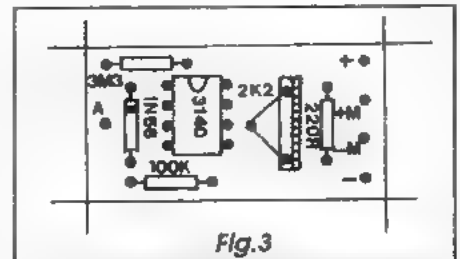

Fig.3
**- FIG. 3 - CHAPEADO DA MONTAGEM** - O lado não cobreado da placa também é simples, com a colocação dos poucos componentes claramente estilizada na figura, nos moldes e padrões gráficos adotados por APE desde a fundação da Revista... Os componentes estão diagramados pelas suas aparências e/ou símbolos, incluindo dados essenciais como: valores, polaridades, códigos, etc. Não há o que errar...! É só prestar atenção, realizando a inserção e a soldagem passo-a-passo, sem pressa... Dois dos componentes são *polarizados* (o integrado e o diodo), devendo o caro leitor/hobbysta notar que o CA3140 e o 1N66 (ou diodo equivalente...) devem, ambos, serem posicionados com as respectivas extremidades marcadas voltadas para o lugar ocupado pelo resistor de 3M3.. Quanto aos resistores, cuidado para não trocar seus locais de acomodação, em função dos respectivos valores... quem ainda (*aiiinda...*?) tiver dúvidas, deve recorrer ao **TABELÃO APE**, buscando lá o *socorro* para a correta interpretação do **CÓDIGO DE CORES** que permite a leitura dos valores dos ditos componentes... No mais, a inserção e soldagem não apresenta o menor problema... Ainda assim, uma conferência final deve ser feita nessa fase, verificando-se valores, códigos e posições das peças, bem como o estado dos pontos de solda (isto pela face cobreada do impresso...). O leitor/hobbysta/iniciante notará que existem alguns pontos perifé-